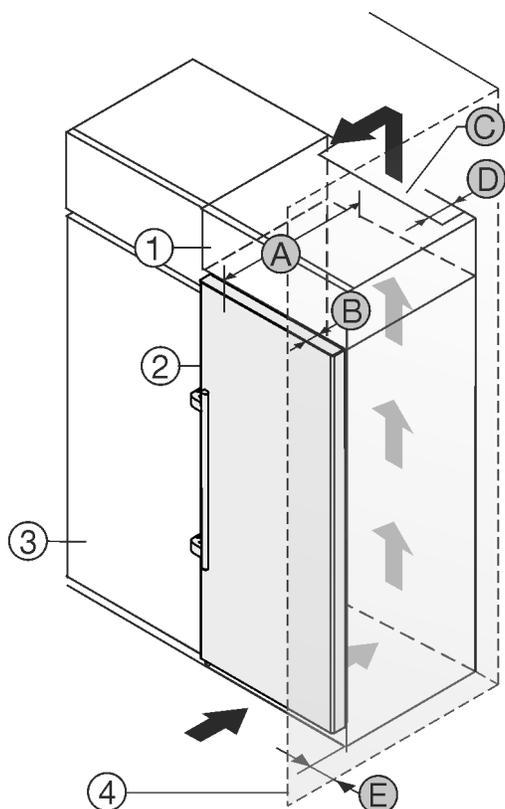

Fig. 1
- (1) Rehausse
- (2) Appareil
- (3) Placard de cuisine
- (4) Mur
- (A) Profondeur de l'appareil
- (B) Profondeur de porte
- (C) Section de ventilation
- (D) Distance du dos de l'appareil
- (E) Distance par rapport au côté de l'appareil
Une sortie d'air avec la profondeur Fig. 1 (D) doit être présente au dos de la rehausse sur toute sa largeur.
La section de ventilation Fig. 1 (C) sous plafond doit être respectée.
Si le réfrigérateur est installé avec les charnières près d'une paroi Fig. 1 (4), la distance entre le réfrigérateur et la paroi doit être d'au moins 57 mm (2 1/4 in). Cela correspond au dépassement de la poignée lorsque la porte est ouverte.
Pour pouvoir ouvrir complètement les portes, le réfrigérateur doit dépasser de la profondeur de la porte Fig. 1 (B) par rapport à la façade du placard. L'appareil peut déborder encore plus en fonction de la profondeur des placards Fig. 1 (3) et de l'utilisation de cales d'épaisseur.